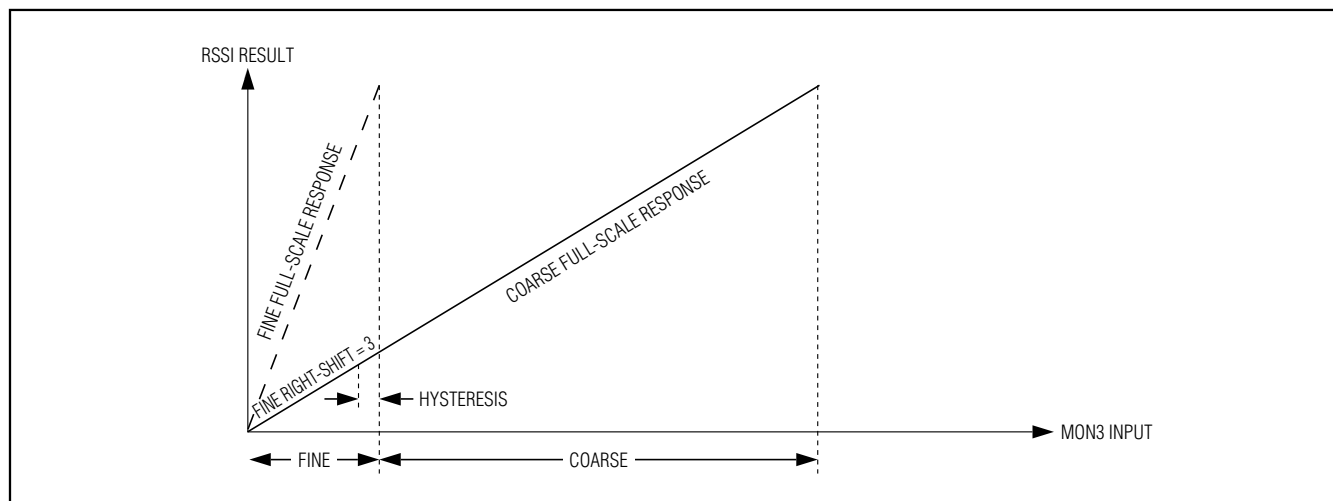

图9. 交越禁止时的RSSI
- **交越禁止：**交越禁止模式适用于MON3输入和所需的ADC结果之间为线性关系的系统。ADC结果在精测和粗测范围切换时带有滞回(图9)。交越禁止模式下，粗测与精测模式之间的门限取决于所采用的右移位数。采用右移操作时，精测模式的满量程范围设置为粗测模式满量程范围的1/2ⁿ。器件可以自动选择满量程范围，以获得最佳的测量分辨率，表4给出了每个右移位数对应的门限值。